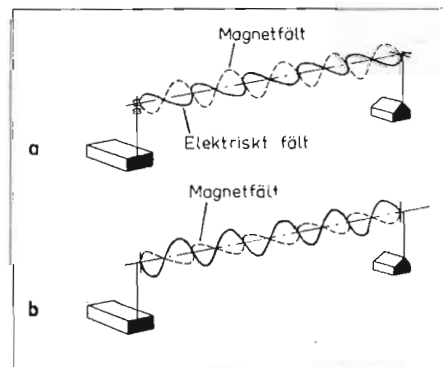

Fig. 6. De magnetiska och elektriska fälten är riktade vinkelrätt mot varandra. Det elektriska fältets plan kallas strålningens polarisationsplan.
All elektromagnetisk strålning vilar på principen att ett föränderligt elektriskt fält ger ett magnetiskt fält och vice versa. Från sändaren får man därför alltid ett elektriskt och ett magnetiskt strålningfält, som är i fas med varandra elektriskt sett. Fältriktningarna ligger i rymden vinkelrätt mot varandra och vinkelrätt mot vågens fortplantningsriktning. Det elektriska fältets plan kallas strålningens polarisationsplan (se fig. 6) och bestäms i
En del tyska fabrikanter är numera inne på idén att i dyrare apparater åstadkomma någon form av »stereoeffekt» för att ytterligare öka rymdintrycket vid återgivningen. Exempelvis utnyttjas av *Blaupunkt* i vissa apparater en koppling enl. fig. 6.
På högtonskanalens (nedre »grenen» i fig. 6) ingång ingår ett CR-filter, som endast släpper fram diskantregistret. Lågtonskanalens förstärktrör har i anodkretsen ett RC-filter, som spär rar diskanten och samtidigt orsakar en fasvridning av de låga tonerna i förhål-
Fig. 6. Schemat för LF- och slutsteg i en *Blaupunkt*-mottagare, som ger viss »stereoeffekt». (1) = volymkontroll, gangkopplad med motkopplingskontroll ger lämplig stereoeffekt vid alla ljudnivåer. (2) = klangfärgkontroll.